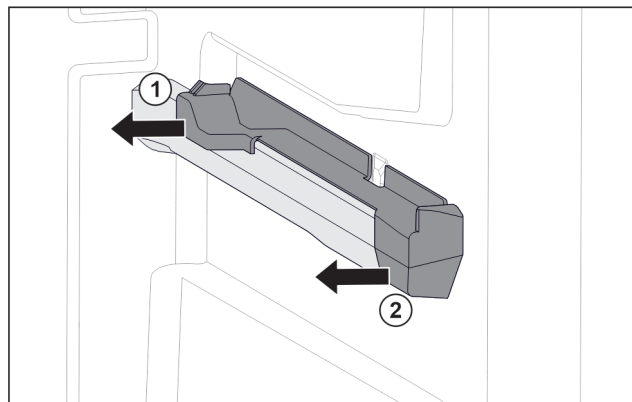

Fig. 127 Nasazovací díl na pravém žebrování na nádoby
- ▶ Stáhněte nasazovací díl vzadu na stranu. Fig. 127 (1)
- ▶ Stáhněte nasazovací díl vpředu na stranu. Fig. 127 (2)